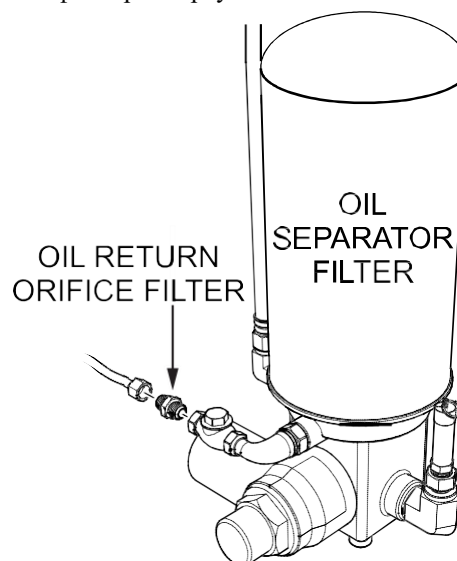

Рис. 33. Фильтр отверстия для возврата
1. Снимите отверстие фильтра возврата масла, как показано на рис. 33.